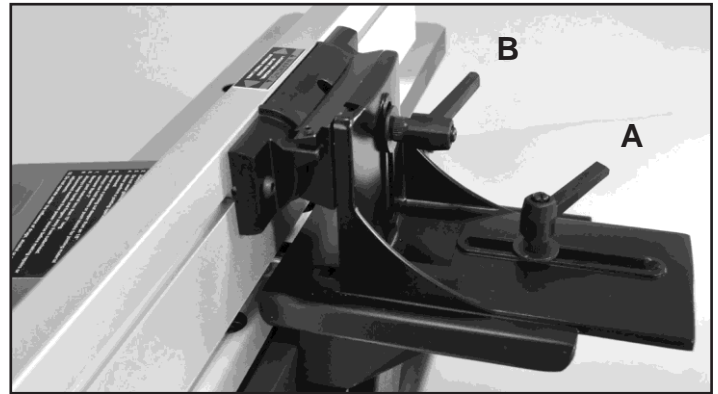

FIG. 18
1. Para mover la valla a través de la mesa, afloje la palanca de bloqueo (A), deslice la valla a la posición deseada en la mesa y, a continuación, vuelva a apretar la palanca de bloqueo. FIG. 18.